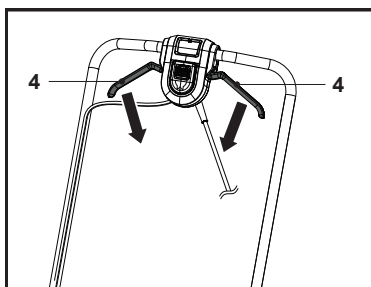

Fig. 16
Solte as alavancas de arranque (4) para parar o motor e a lâmina de corte (23) (Fig. 16).